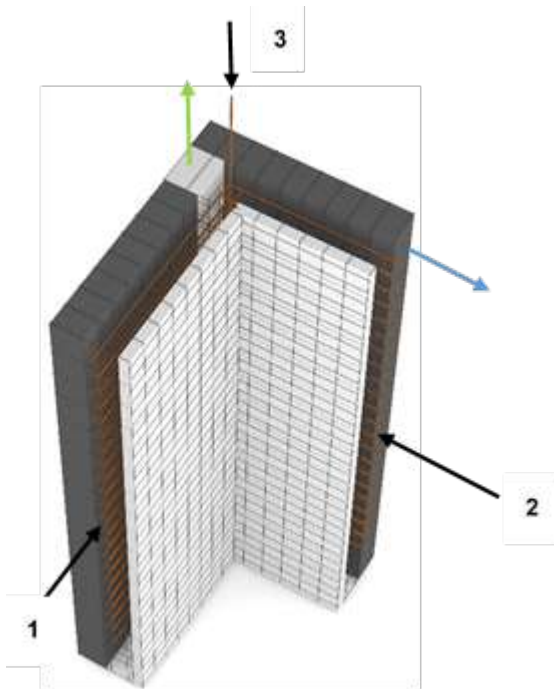

Figura 33
- Colocar y entrelazar la barra vertical como se indica en la flecha 3 de la figura 33.